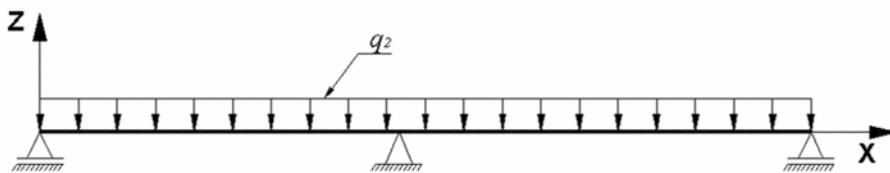

Рис.7.4. Схема загружения 2 балки
- загружение 2 – равномерно распределенная $q_2 = 0.3 \text{ тс}/\text{м}$ (рис.7.4);